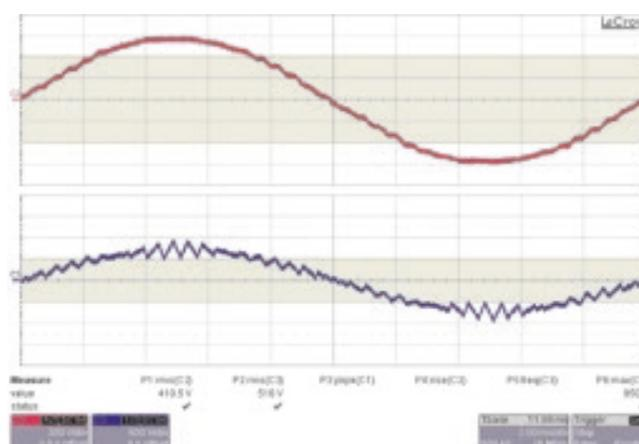

Fig.3: forma de onda com filtro LCL
**$I_n$  (cc) = 171 A (OK)**
**4. Filtro LCL:** reduz ao mínimo os *ripples* de corrente de alta frequência para evitar o superaquecimento de equipamentos eletrônicos conectados à rede elétrica (consulte a Fig. 3).